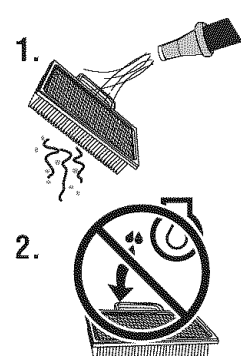

Figura 31. Servicio del filtro de aire
1. Figura 31. Lave el prepurificador con detergente líquido y agua.
1. Figura 31. Si presenta un sello que indique "Washable," entonces el filtro podrá ser lavado con agua tibia y un jabón suave.